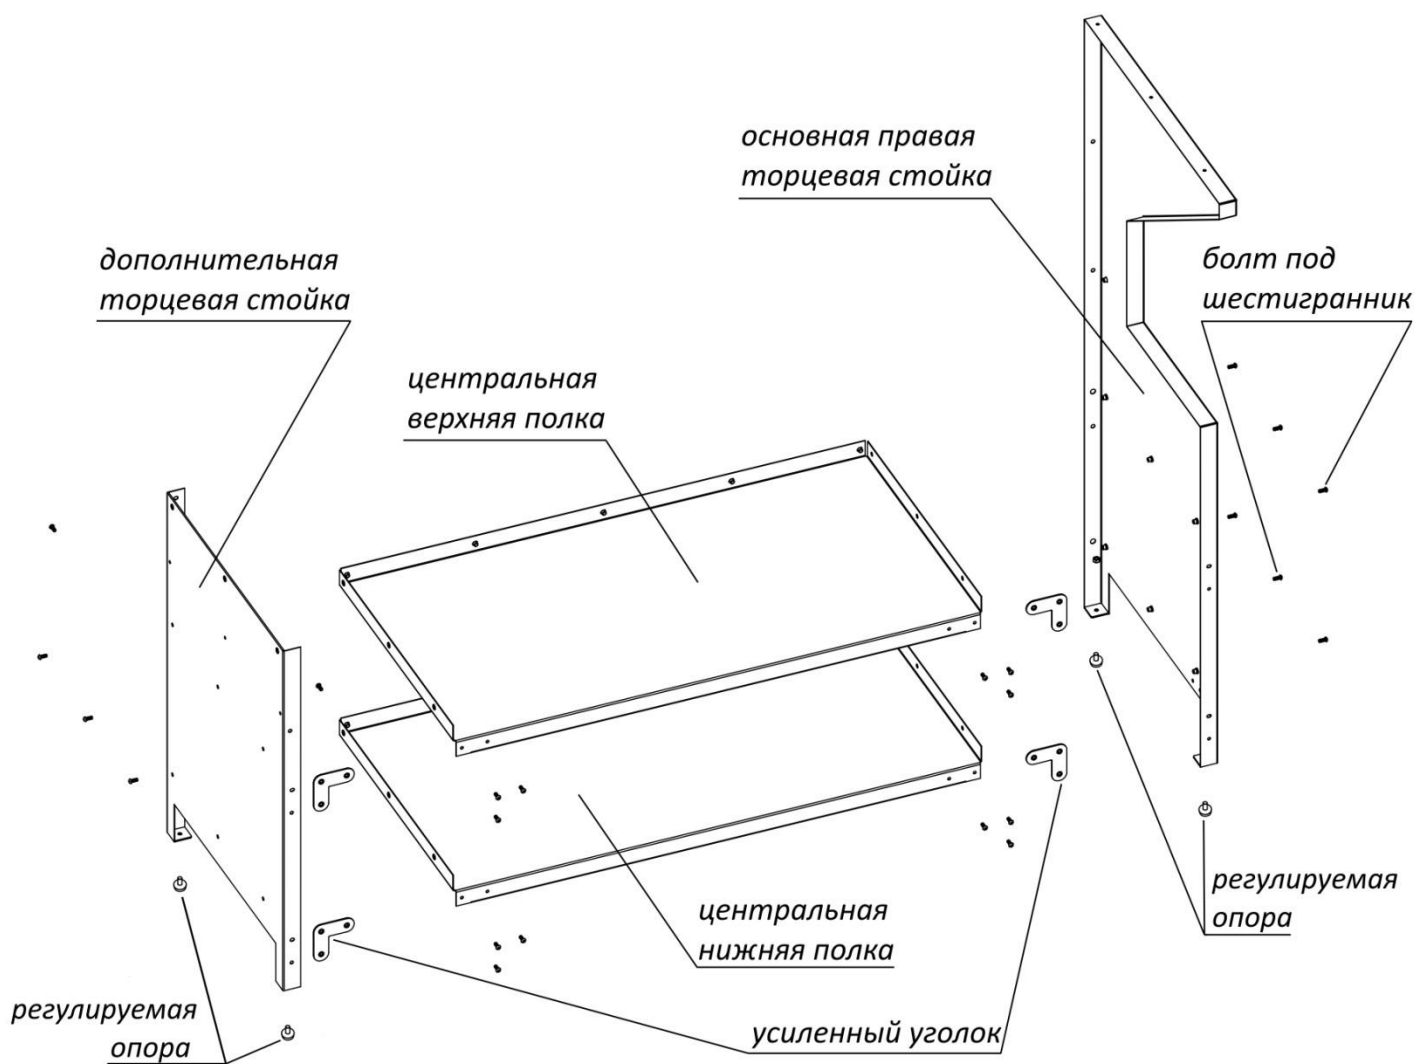
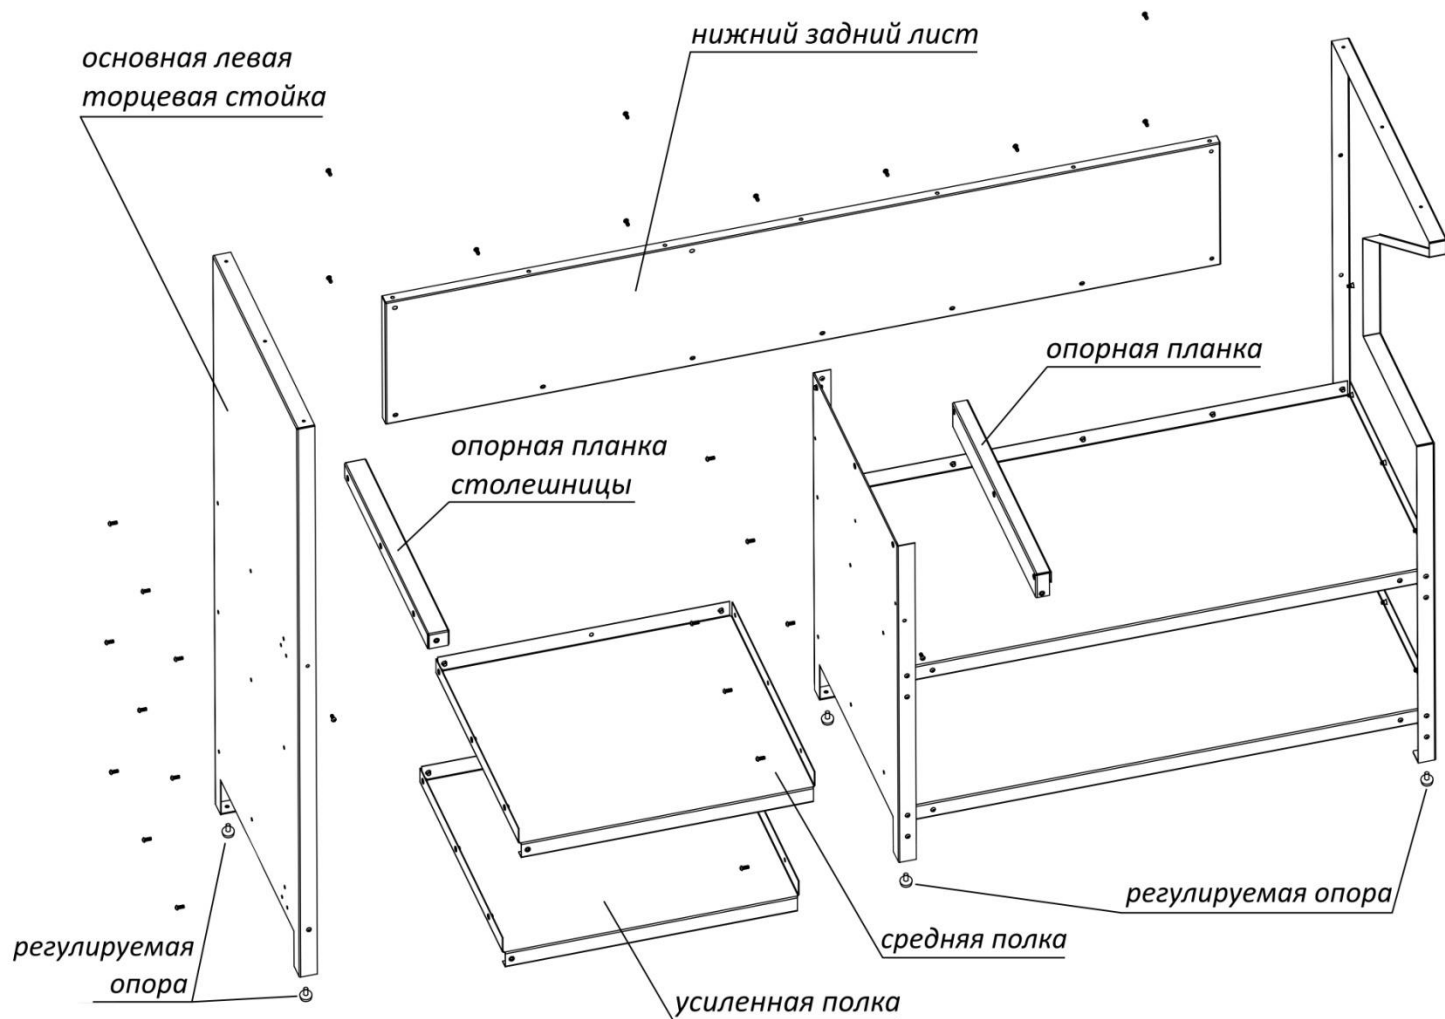

Рис.1
Рис.2
во-первых, выбрать ровную поверхность, уложить на эту поверхность материал не позволяющий деформировать окрашенные детали из комплекта сборки и непосредственно приступить к сборке, а именно, (Рис.1)
- зафиксировать в нижней части основной левой торцевой стойки регулируемые опоры, соединить с усиленной полкой в местах примыкания отверстий на торцевой части усиленной полки и вырезанными отверстиями на левой торцевой стойке болтами под шестигранник и привести её в вертикальное положение (Рис.2), далее удерживая, соединить усиленную полку с уже собранной торцевой стойкой с дополнительной торцевой стойкой, по такой же аналогии смонтировать среднюю полку (ранее собранной конструкцией Рис.1);